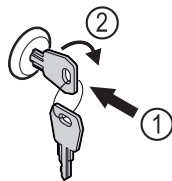

Fig. 124 Représentation à titre d'exemple
- ▶ Insérer la clé Fig. 124 (1).
- ▶ Tourner la clé à 90° dans le sens horaire Fig. 124 (2).